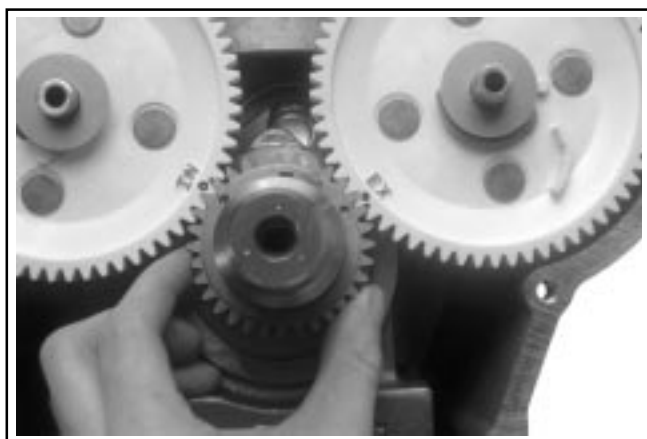

Figure 10-27. Installation de l'engrenage à cames.
1. Tourner le vilebrequin de sorte que la clavette soit sur la position 12 heures. Tenir l'engrenage à cames avec les marquages visibles et le glisser sur le vilebrequin et la clavette de sorte que les marquages sur l'engrenage à cames soient alignés sur ceux des engrenages à cames. Voir la Figure 10-27.